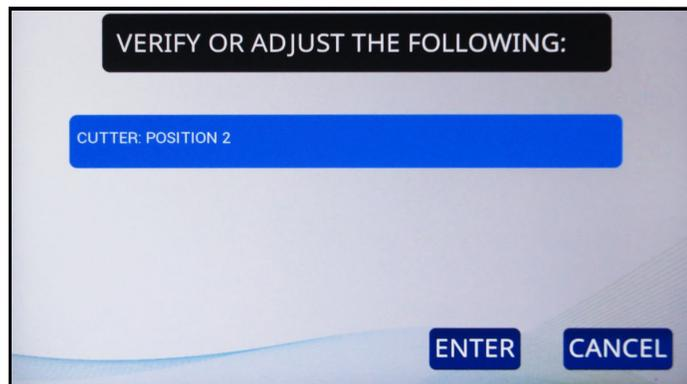

図 5-9 : 確認画面
2. メイン画面で、**RUN** を押します。OM606 は切込み位置を確認または調整するように促します（図 5-9）。デフォルトのジョブの場合、切込みは位置 2 に設定する必要があります。